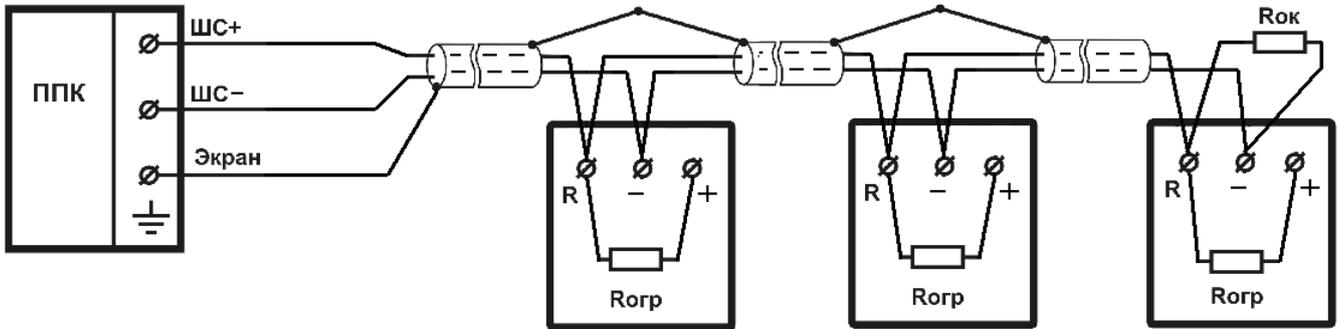
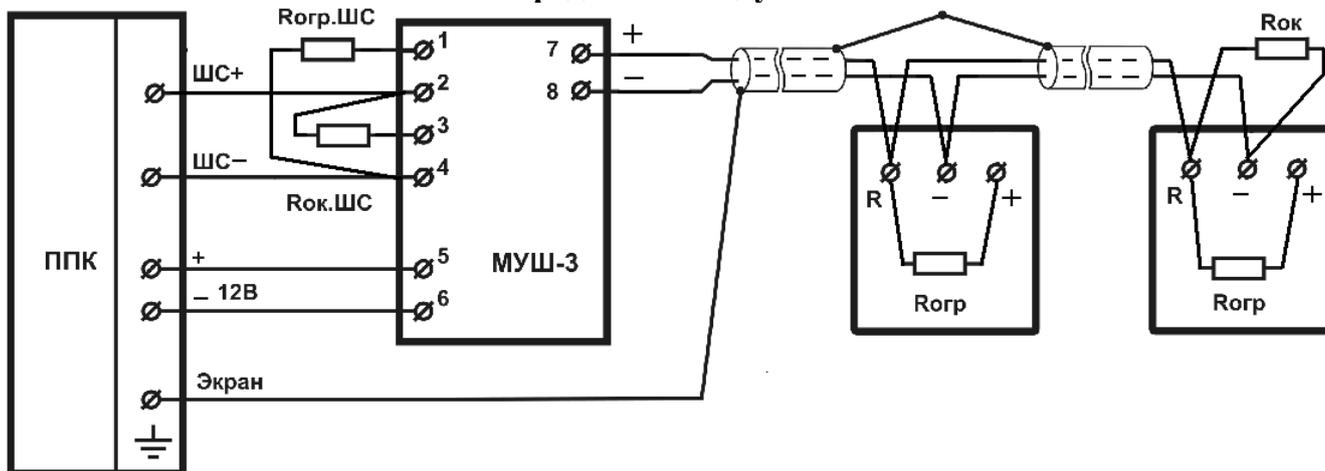

Рис. 3
Рис. 7
5.5 Схемы подключения извещателя к различным типам ШС приведены на рис. 3- рис. 7.
6.4 Подключить ШС к извещателю согласно рис. 3 - рис. 7. Затянуть винты. Проверить надежность соединения. Закрывать крышку извещателя, совместив метки на основании и на крышке. Провернуть крышку относительно основания, по ходу часовой стрелки до упора.
6.6 Схема подключения извещателя к ППК с четырехпроводным ШС показана на рис. 5 – рис. 7. Модуль согласования шлейфов МУШ-2 формирует сигнал «ТРЕВОГА» уменьшением тока или разрывом цепи сигнальной линии четырехпроводного шлейфа, а модуль согласования шлейфов МУШ-3 увеличением тока в цепи сигнальной линии четырехпроводного шлейфа.